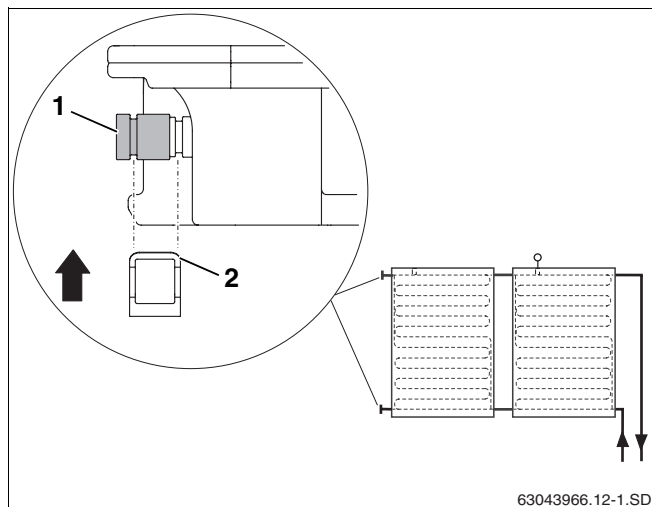

Fig. 39 Fixer le capuchon avec une bride de fixation
- Glissez le capuchon avec les joints toriques (fig. 39, **pos. 1**) sur le raccordement du capteur.
- Pour sécuriser le raccord, glissez la bride de fixation (fig. 39, **pos. 2**) sur le capuchon et le raccordement du capteur.